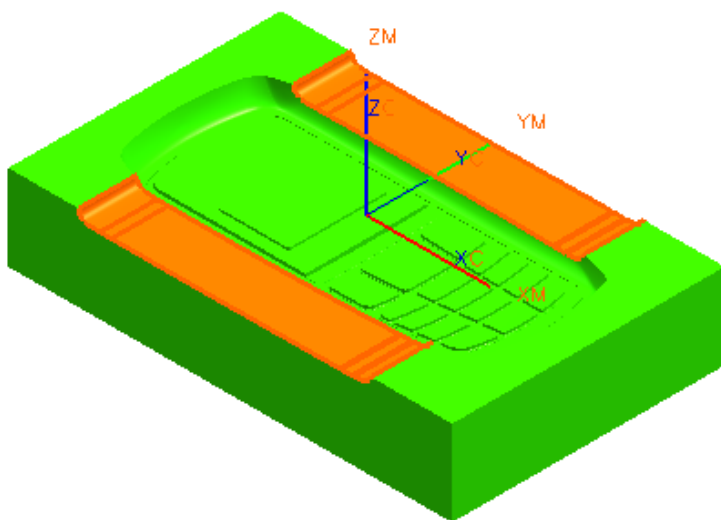

图 9-210
- 在操作对话框中, 单击 , 选择如图 9-210 所示的表面, 单击 OK。